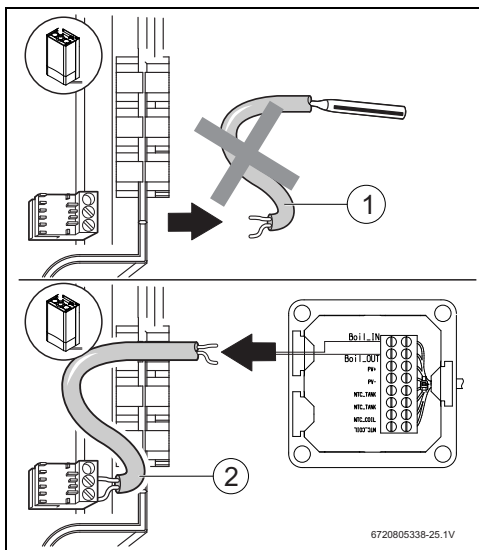

Fig. 10
- ▶ Retirer le CTN du ballon de la chaudière (fig. 10, [1]).
- ▶ Raccorder les deux fils du câble supplémentaire à ces raccordements de chaudière (fig. 10, [2]).